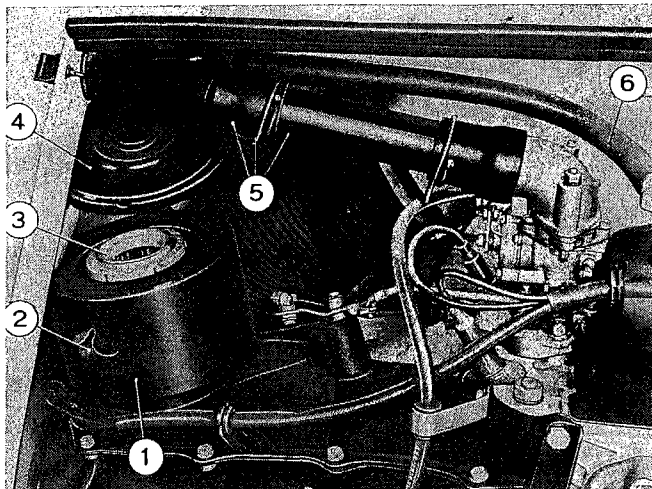

Fig. 128. - Smontaggio del filtro aria.
Per lo smontaggio del filtro occorre sganciare le due molle di ritegno (2, fig. 128) e sollevare il coperchio (4) ruotandolo con la tubazione (5) verso l'interno.